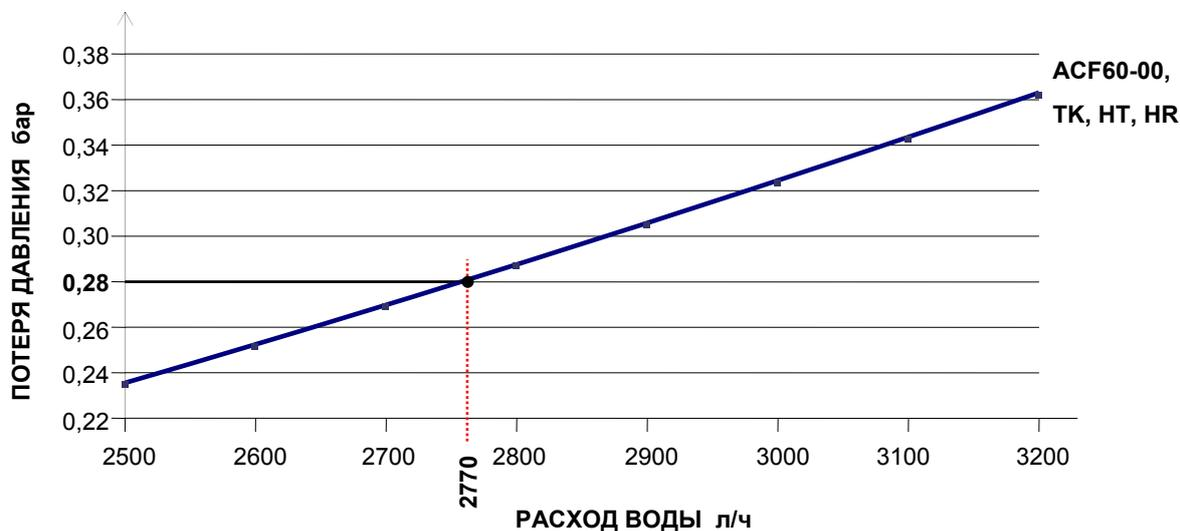

Рисунок 4– Потеря давления для "АСФ60-00", ТК, НТ, НР, также шумозащищенный вариант
- (1) Номинальные условия: 1013 мбар, 15 °С; реальные условия: 1000 мбар, 20 °С
- (2) Номинальные рабочие условия: температура наружного воздуха 35 °С; температура охлажденной воды - подача 7,2 °С – возврат 12,7 °С. Для условий, отличных от номинальных, использовать коэффициенты коррекции холодильной мощности, приведенные в Таблица 13, стр. 22.
- (3) Номинальные рабочие условия: температура наружного воздуха 35 °С; температура охлажденной воды - подача 7,2 °С – возврат 12,8 °С; температура воды в рекуператоре – подача 50,0 °С –возврат 40,0 °С. Для условий, отличных от номинальных, использовать коэффициенты коррекции холодильной мощности, приведенные в Таблица 14, стр. 23.
- (4) Низ. теп. сгор. 34,02 МДж/м³ (1013 мбар – 15 °С).
- (5) Низ. теп. сгор. 46,34 МДж/кг
- (6) Предусматривается уменьшение оборотов вентилятора (расход воздуха) для температуры наружного воздуха ниже 33 °С.
- (7) Источник звука прислонен к отражающей поверхности.
- (8) Номинальные рабочие условия: температура наружного воздуха 35 °С; температура охлажденной воды - подача 7,2 °С – возврат 12,8 °С; температура воды в рекуператоре – подача 50,0 °С –возврат 40,0 °С. Для условий, отличных от номинальных, использовать коэффициенты коррекции тепловой мощности, приведенные в Таблица 15, Таблица 16, Таблица 17, Таблица 18 и Таблица 19, на стр. 23 - 25.
- (9) ±10% в зависимости от напряжения питания и допуска по потреблению электродвигателей.
- (10) Номинальные рабочие условия: температура воды на возврате 12,7 °С; расход охлажденной воды 2700 л/ч. Для расходов, отличных от номинального, ссылаться на Рисунок 4, стр. 26.
- (11) Высота аппаратов "ACF HR" шумозащищенным вентилятором дана с учетом раструба вентилятора.